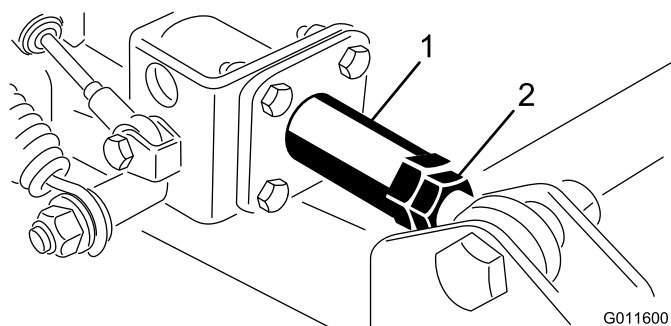

Figura 8
- D. Se for detectado um desalinhamento, desaperte a porca de bloqueio na extremidade da barra da montagem do braço da plataforma lateral (Figura 8). Ajuste o acoplador, que deve rodar livremente dentro do tubo amortecedor. Todos os ajustes devem ser realizados com a extremidade da barra do braço amortecedor aparafusado à plataforma.